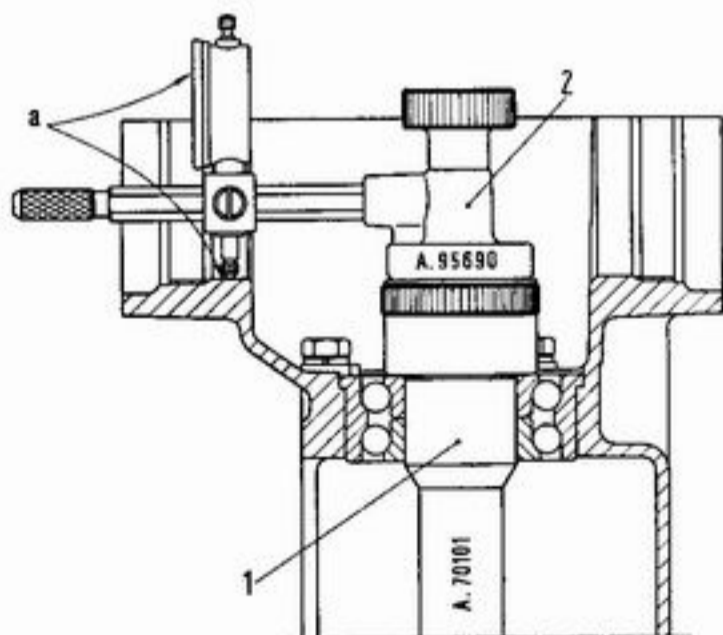

Fig. 13. - Mod. 850. - Schema dell'uso degli attrezzi atti alla determinazione dello spessore dell'anello di registro del pignone conico.
a = valore letto in mm sul comparatore applicato sull'attrezzo **A. 95690** (fig. 13);
- Montare l'attrezzo **A. 70101** (fig. 13) e bloccarlo per mezzo dell'apposito pomello zigrinato, sul cuscinetto posteriore pignone conico.